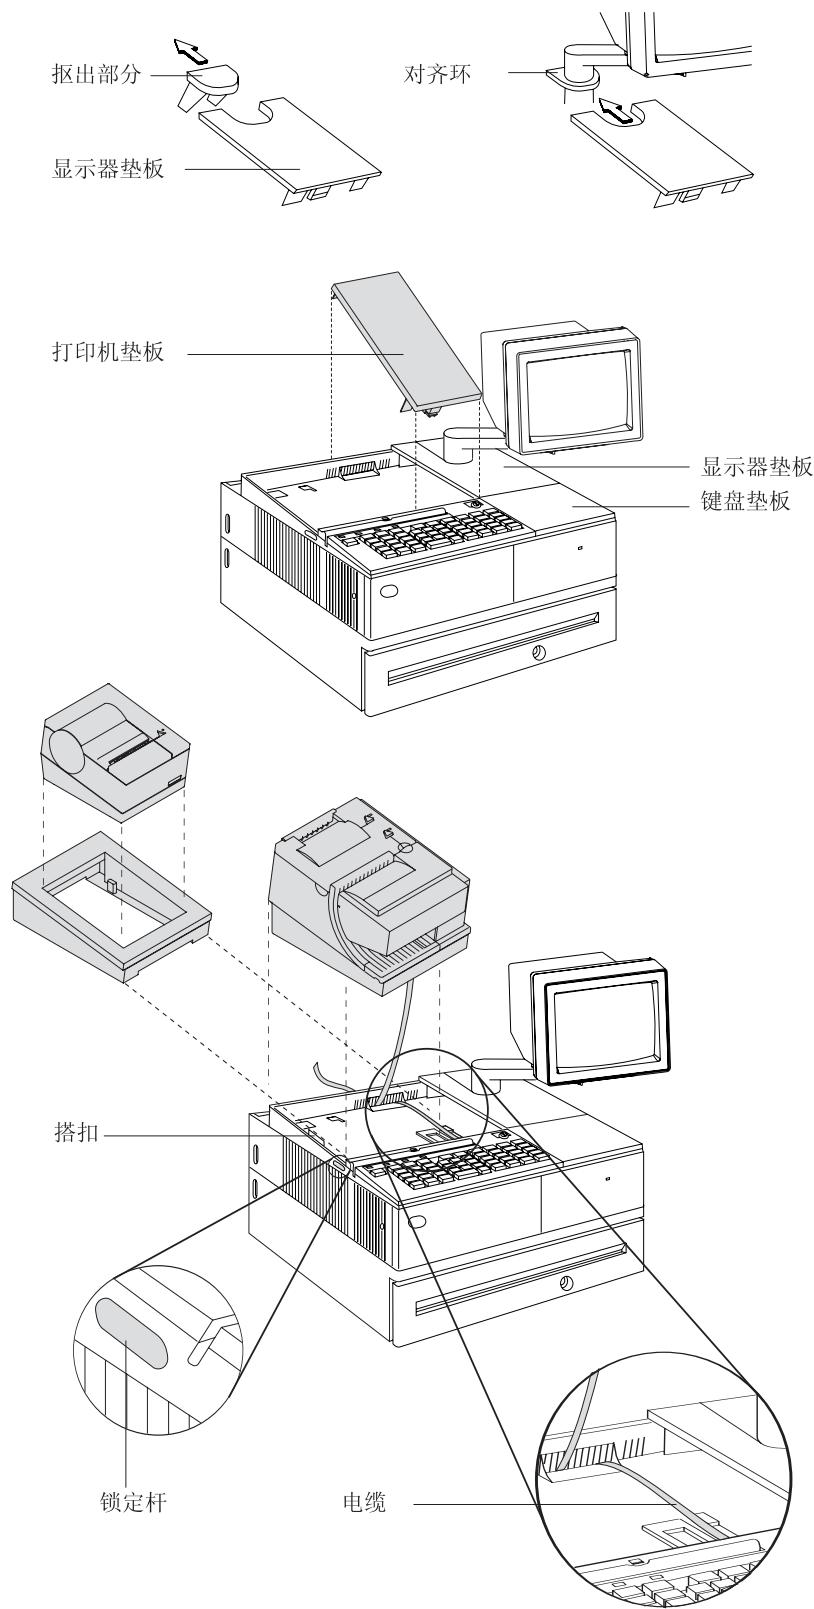

图 12. 安装 EIA-232/RS-485 系统的垫板
- c. 将键盘电缆连到固定片那一侧, 如第 21 页的图 12 所示。
- c. 将显示器垫板与定位环对齐并将其嵌入。然后将显示器垫板压到系统单元的正确位置上。请参阅第 21 页的图 12。
3. 如果没有视频显示器，则将显示器垫板放置在该系统单元上。**不要卸下活销部分**。请参阅第 21 页的图 12。
4. 如果使用的是短键盘，请将键盘填充件放在键盘边上。请参阅第 21 页的图 12。
5. 将打印机填充件放在显示器填充件边上。**请务必**将打印机电缆沿侧边布线，如第 21 页的图 12 所示。